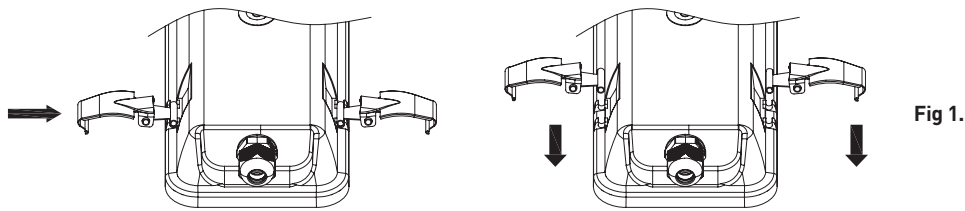

Fig 1.
4. Unclip the diffuser and remove it (Fig 1).
4. Retirez les clips des diffuseurs (Fig 1).